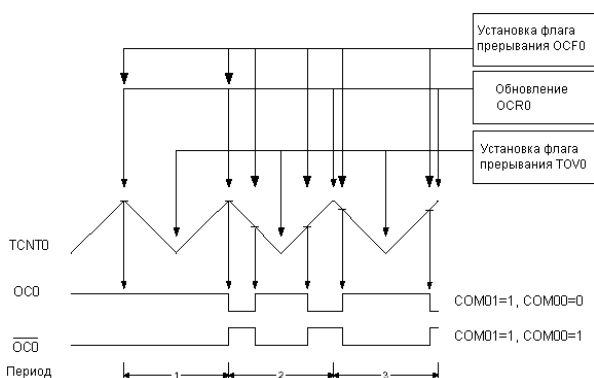

Рисунок 40. Временная диаграмма режима ШИМ ФК
- OCR0 изменяет свое значение с максимального (0xFF) на другое (неравное 0xFF) (см. рис. 40). Если значение OCR0 равно максимальному, то вывод OC0 останется на прежнем уровне как результат совпадения во время обратного счета. Для гарантирования симметричности относительно нижнего предела (0x00) значение OC0 при максимальном значении счетчика должно соответствовать результату совпадения при прямом счете.